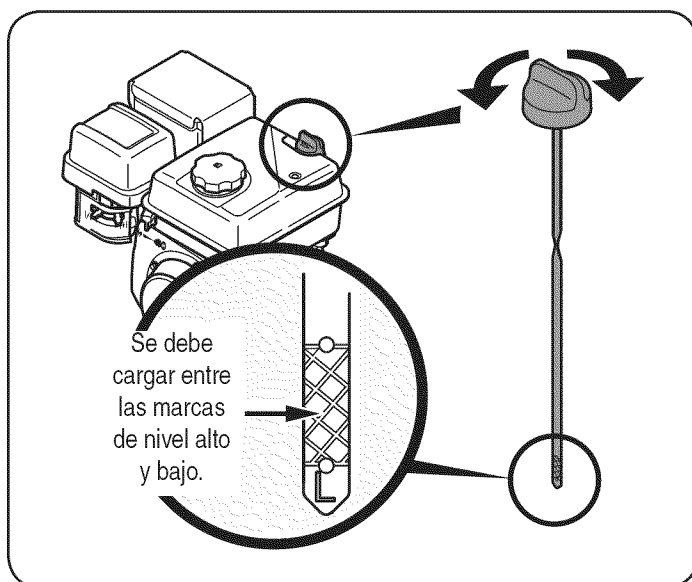

Figura 7
2. Retire el tapón de llenado / varilla de medición y Limpie la varilla. Véase la Figura 7.